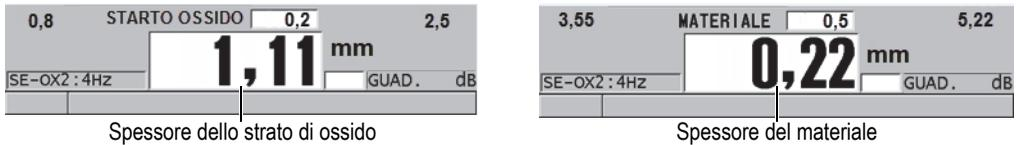

Figura 7-3 Selezione della misura da visualizzare con caratteri grandi
- c) Nel campo **CARAT. GRANDE**, selezionare la misura da visualizzare a caratteri grandi nella schermata di misura (vedere Figura 7-3 a pagina 113).